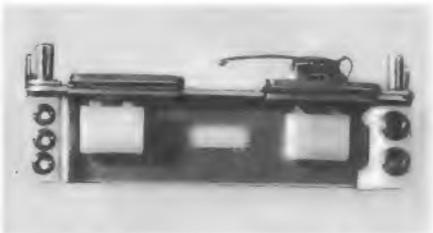

Bild 20. Fertig montierte Frontplatte
Die belichtete und entwickelte Skala erhält an der durch die Stahlspitze markierten Stelle ein Loch von 1 mm Durchmesser eingestanz (Werkzeug nach Bild 18). Dann wird die Skala auf eine Grundplatte (Bild 19) geheftet und gestempelt. Die Stempelvorrückung (Bild 20, 21 und 22) besitzt eine Letternkammer, eine Klemmleiste und eine Gleitleiste, die an einem Maßstab entlang
verschiebbar ist und sich durch die Klemmleiste feststellen läßt. Die Letternkammer ist ein rechteckiger Rahmen, sie hat die Aufgabe die Lettern während des Stempelns in der richtigen Lage zu halten. Die Lettern werden durch Aufsetzen auf die Farbschicht eingefärbt und dann nacheinander in die Letternkammer eingeführt; die federnden Zungen des Stirnblechs (in der rechten Darstellung von Bild 20 sichtbar) hindern die Lettern am Hinunterfallen. Die Feder (Bild 23) dient dazu die eingesetzten ein bis sechs Lettern gegen die linke Wand der Letternkammer zu drücken. Erst nach dem Einsetzen dieser Feder werden die Lettern auf das Vergrößerungspapier gedrückt. Von den 9 Löchern der Gleitleiste (Bild 20) sind an sich nur die drei der Letternkammer zugekehrten notwendig. Beim Stempeln ein- oder zweistelliger Zahlen verwendet man das in Richtung der ersten Ziffer liegende Loch als Drehpunkt, beim Stempeln fünf- oder sechstelliger Zahlen das dritte Loch. Andernfalls würden die Zahlen schief auf ihren zugehörigen Teilstrichen stehen. Wenn man bei größeren Skalen-Radien eines der übrigen sechs Löcher als Drehpunkt verwendet, braucht die Gleitleiste nicht weit herausgeschoben zu werden; sie sitzt dann besser in ihrer Halterung. Der Maßstab (Bild 20) gibt die Entfernung der Zahlen vom Skalen-Mittelpunkt = Drehpunkt der Stempelvorrückung, an. Die Stempelfarbe (O) wird mit einer Gummiwalze - vom Fotohändler - auf eine glatte Gummiplatte sehr dünn aufgewalzt. Unsaubere Stempelungen können mit einem weichen Radiergummi weggeputzt und farbverschmierte Teile mit einer breiigen Suwa-Lösung gereinigt werden. Die Lettern,
Bild 20 zeigt den Aufbau der Frontplatte. Auf dem Bild sind fünf Anschlußbuchsen zu sehen. Zu der Zeit, als das Gerät konstruiert wurde, gab es noch keine passenden Klinkensteckerbuchsen für die Pos. 8 B im Handel, daher die fünf Selbstbau-Buchsen. Beim Nachbau des Gerätes kommt man mit vier Klinkensteckerbuchsen aus.